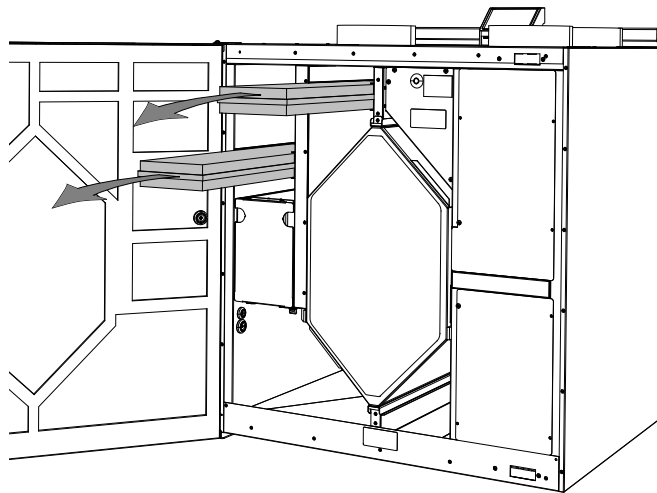

Рис. 4 Замена фильтров
1. Порядок замены фильтров показан на рисунке ниже (рисунок 4).